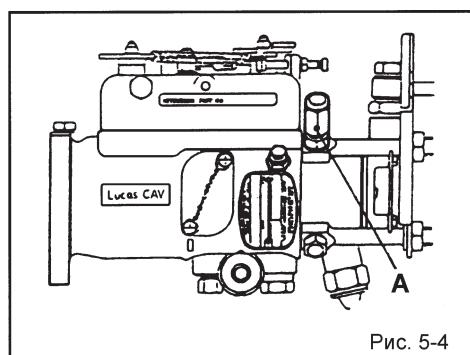

Рис. 5-4
1. Ослабьте гайку колпачка воздушного отверстия А с помощью ключа (рис. 5.4), а затем рукой заверните ее до остановки.